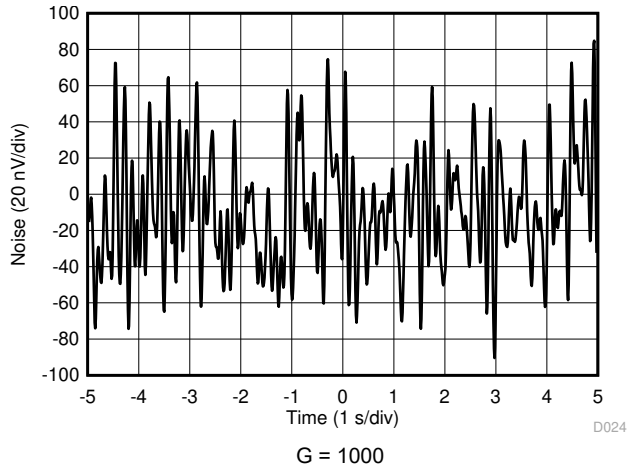

图 7-25. 0.1-Hz to 10-Hz RTI Voltage Noise
0.1-Hz to 10-Hz RTI Voltage Noise, $G = 1000$	图 7-25